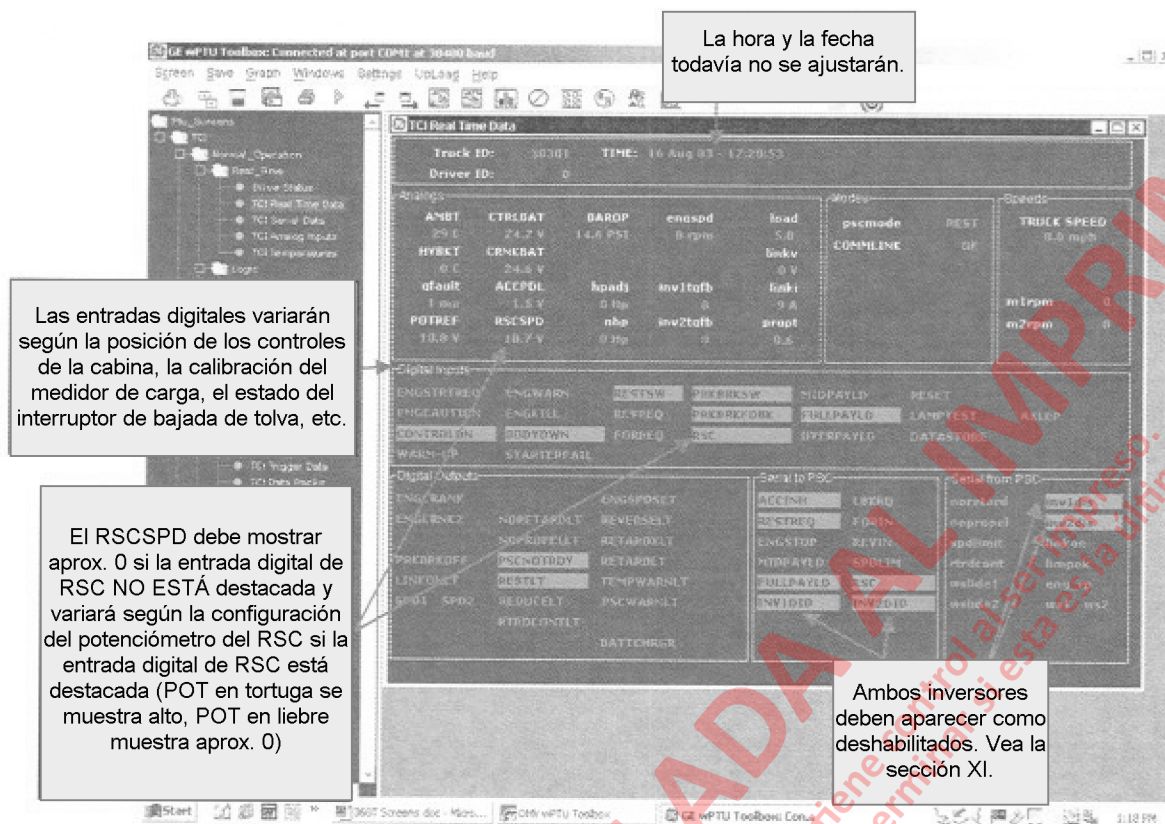

FIGURA 3-7. PANTALLA DE DATOS EN TIEMPO REAL DE LA TCI
- Compruebe que los valores análogos sean similares al ejemplo en la Figura 3-7. Además, asegúrese de que la señal "COMMLINK" en "Modes" muestre OK.
- ◆ La pantalla de prueba manual se ve similar a la pantalla de datos en tiempo real de la TCI en la Figura 3-7. La salida se activará y desactivará al hacer clic en los botones del campo "Digital Outputs" (salidas digitales). Vea la Tabla V.